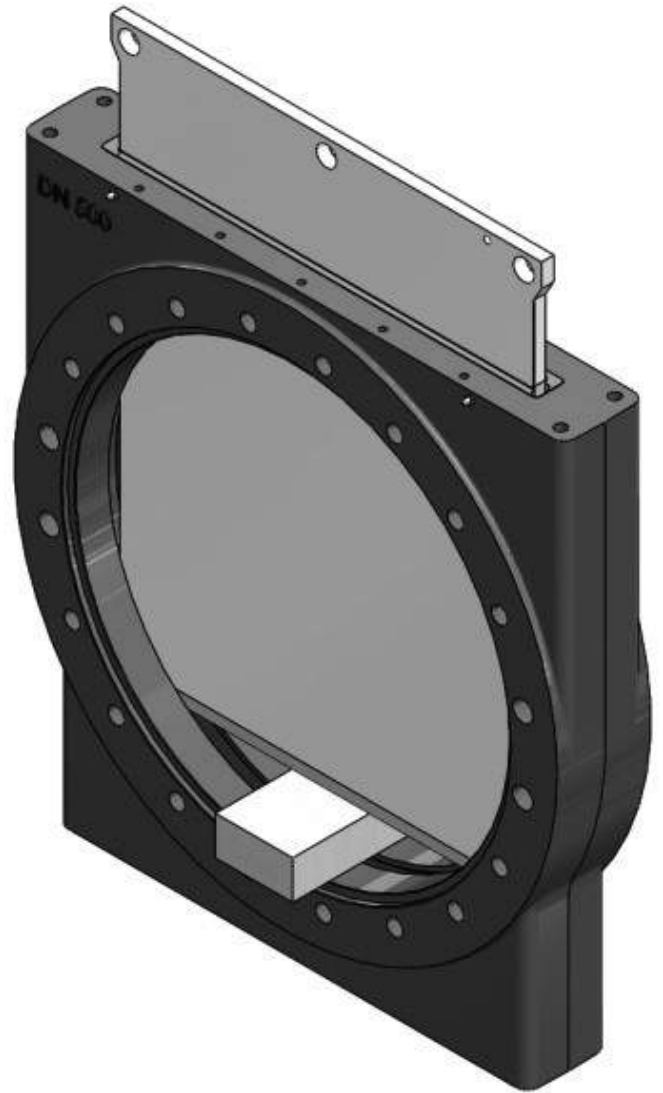

图15. 木料嵌入详细信息。
3. 将一块木料插入开孔，如Figure 15所示。在安装U形销前，应避免闸板下降过度。